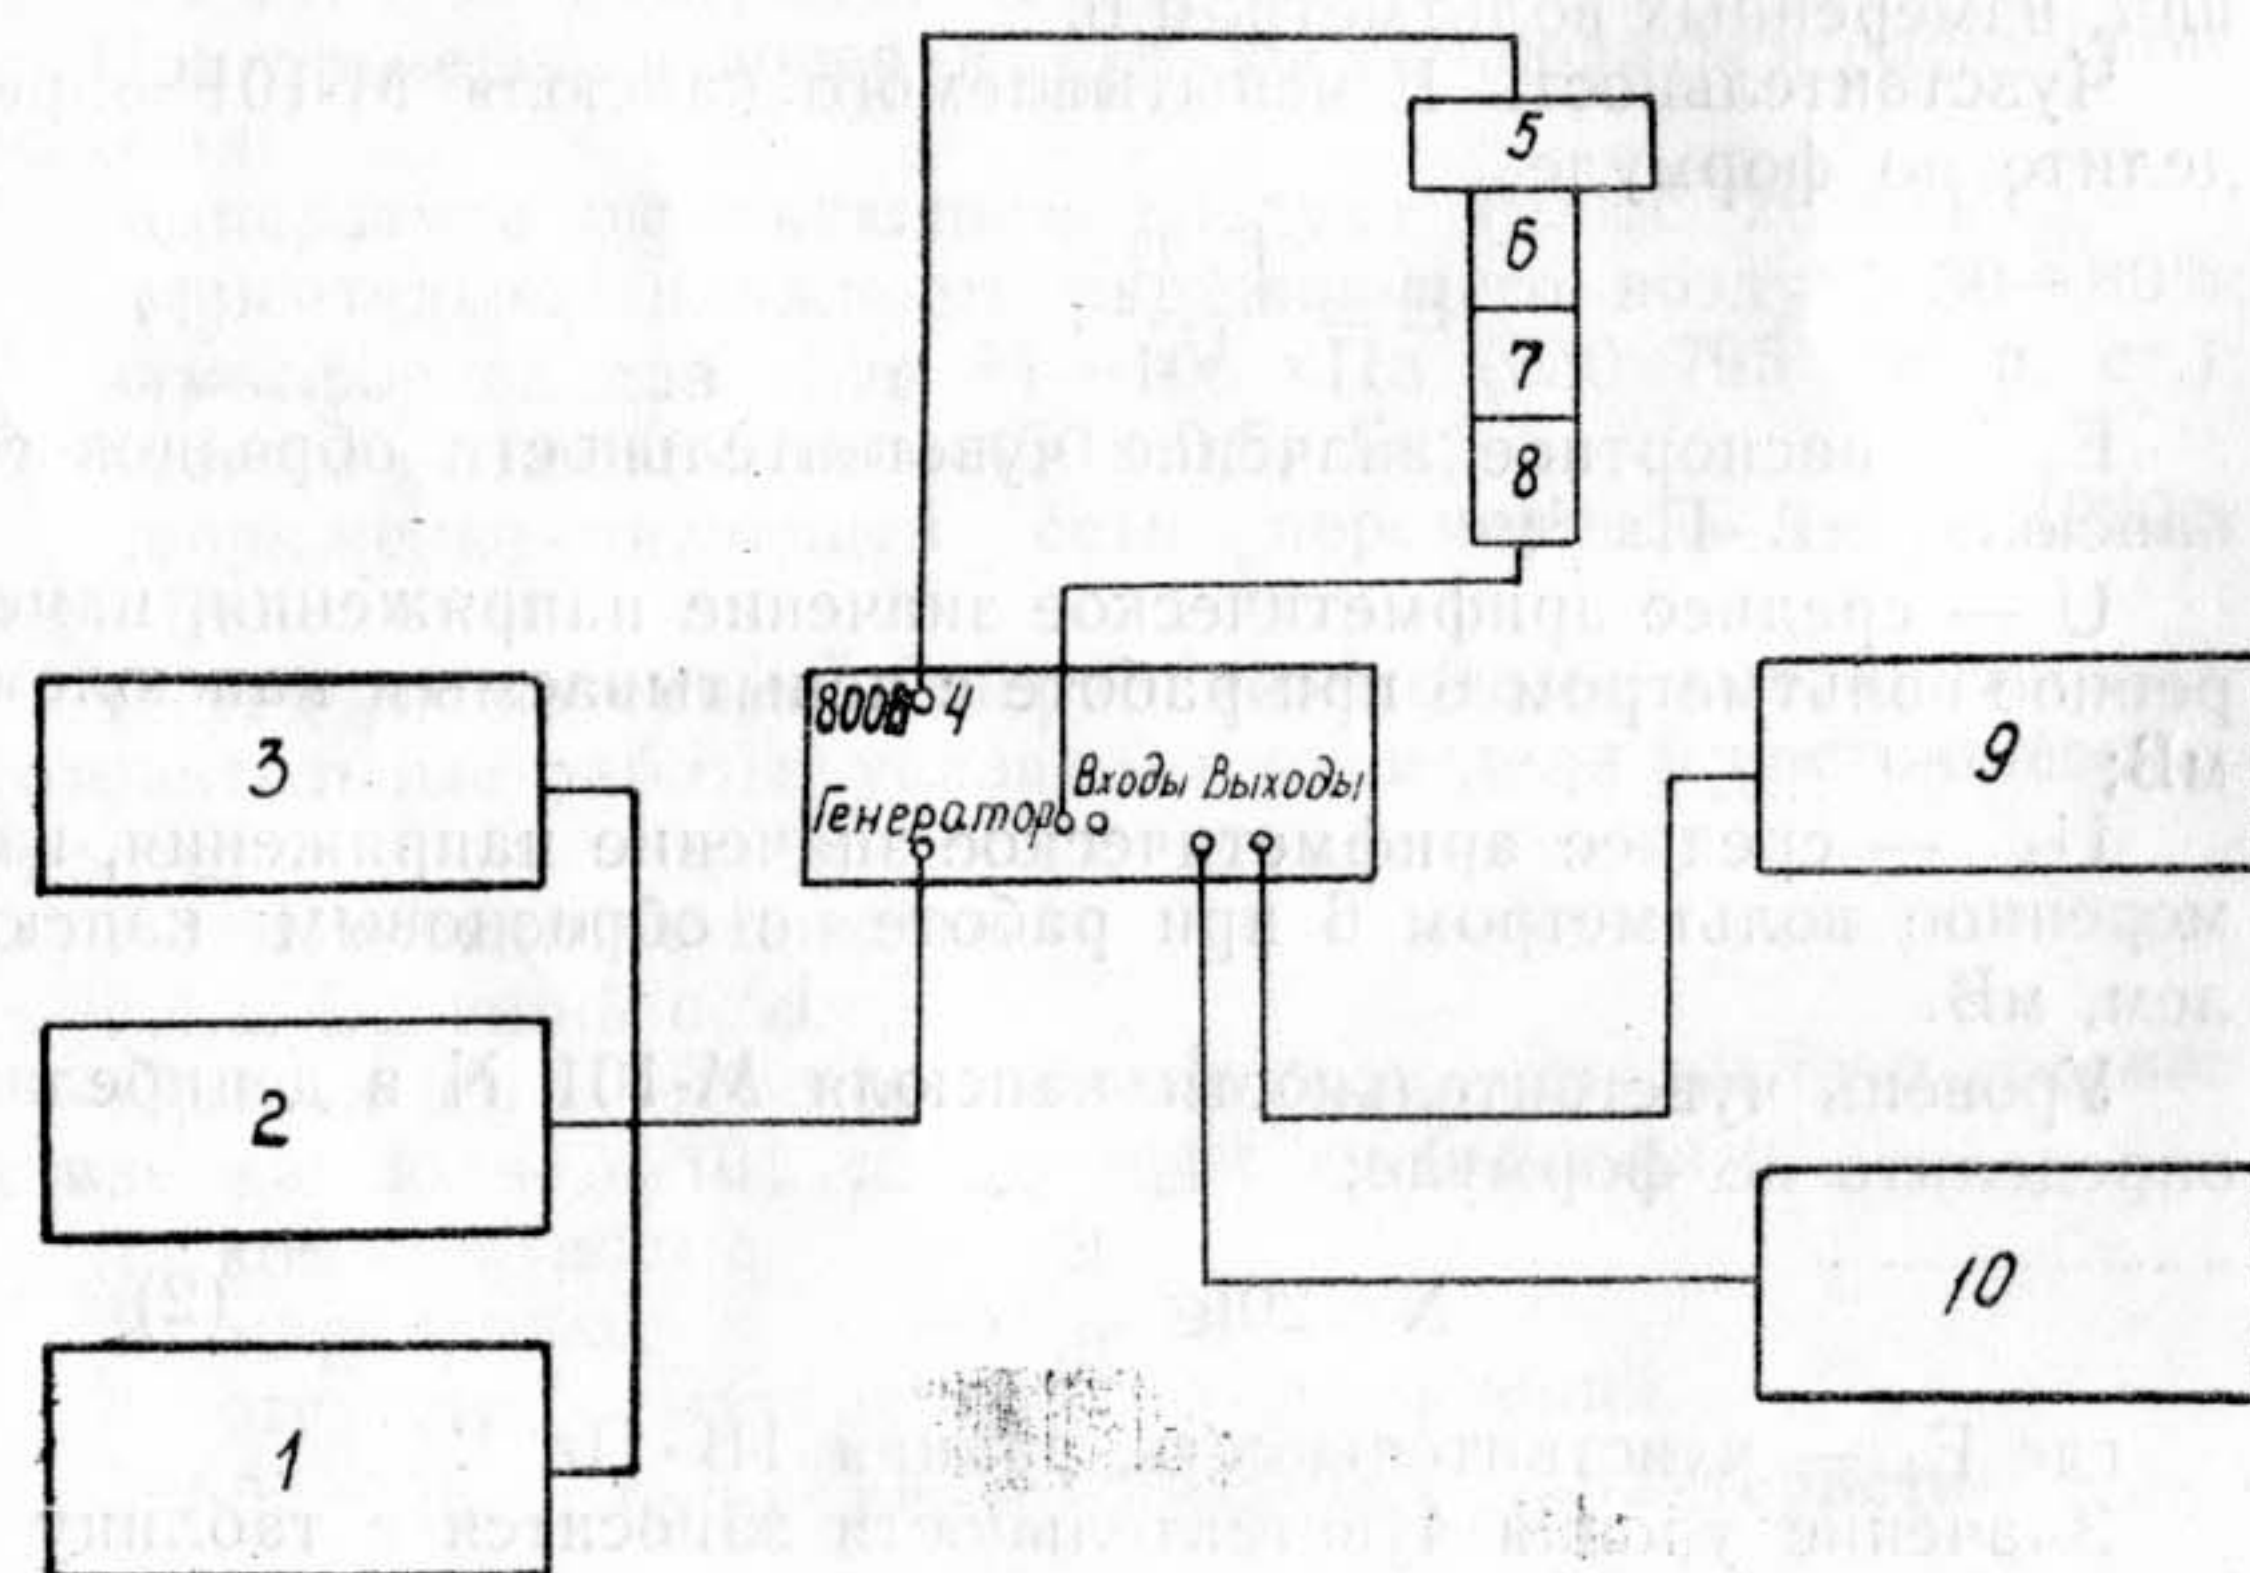

Рис. 3.
На первом этапе определите максимальное отклонение уровня чувствительности капсюля М-101 в диапазоне частот 20—18000 Гц по давлению методом электростатического возбудителя по рис. 3.
**Примечание.** Измерение проводите только при уровне помех ниже суммарного уровня минимального измеряемого сигнала не менее, чем на 20 дБ. Допускается определение максимального отклонения уровня чувствительности капсюля М-101 в рабочем диапазоне проводить согласно рис. 3, то есть частотную характеристику капсюля М-101 по свободному полю строить путем добавления дифракционной поправки, которая приведена в приложении 3, к частотной характеристике по давлению.